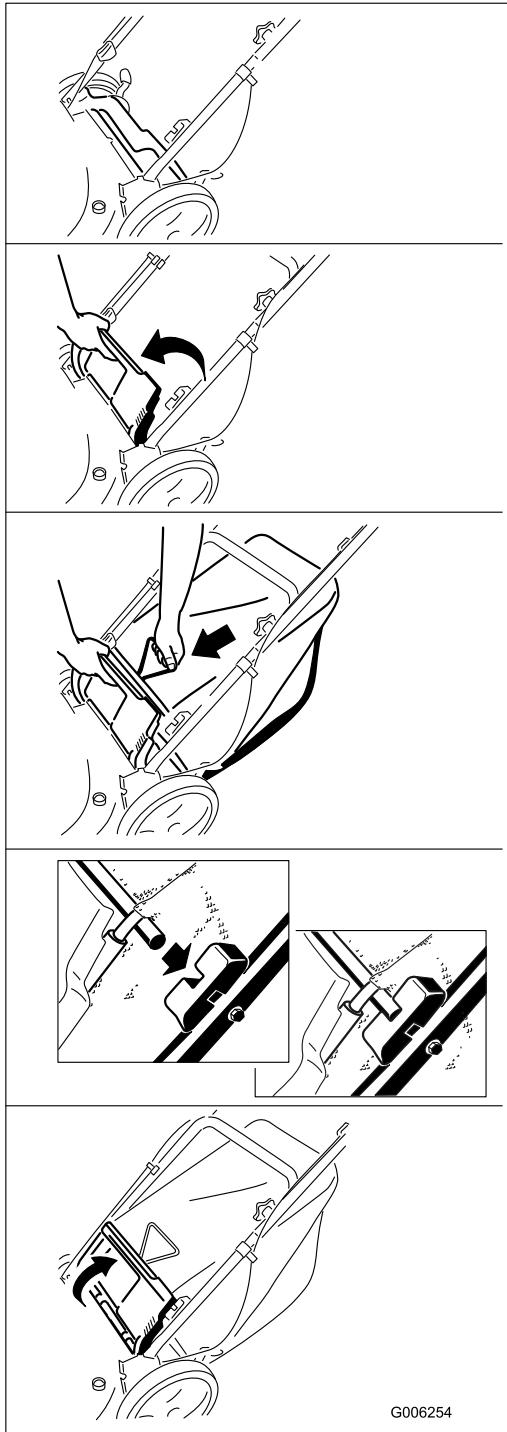

Рисунок 19
2. Установите мешок для травы (Рисунок 19).